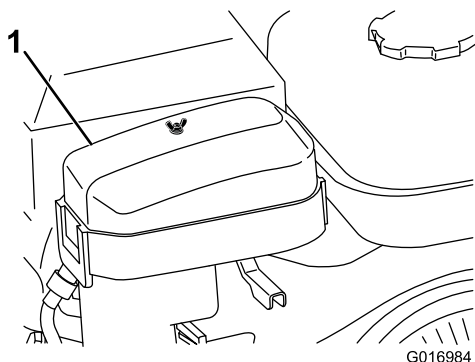

Figura 28
- Retire a porca que fixa a parte superior do filtro de ar e retire a cobertura (Figura 28).